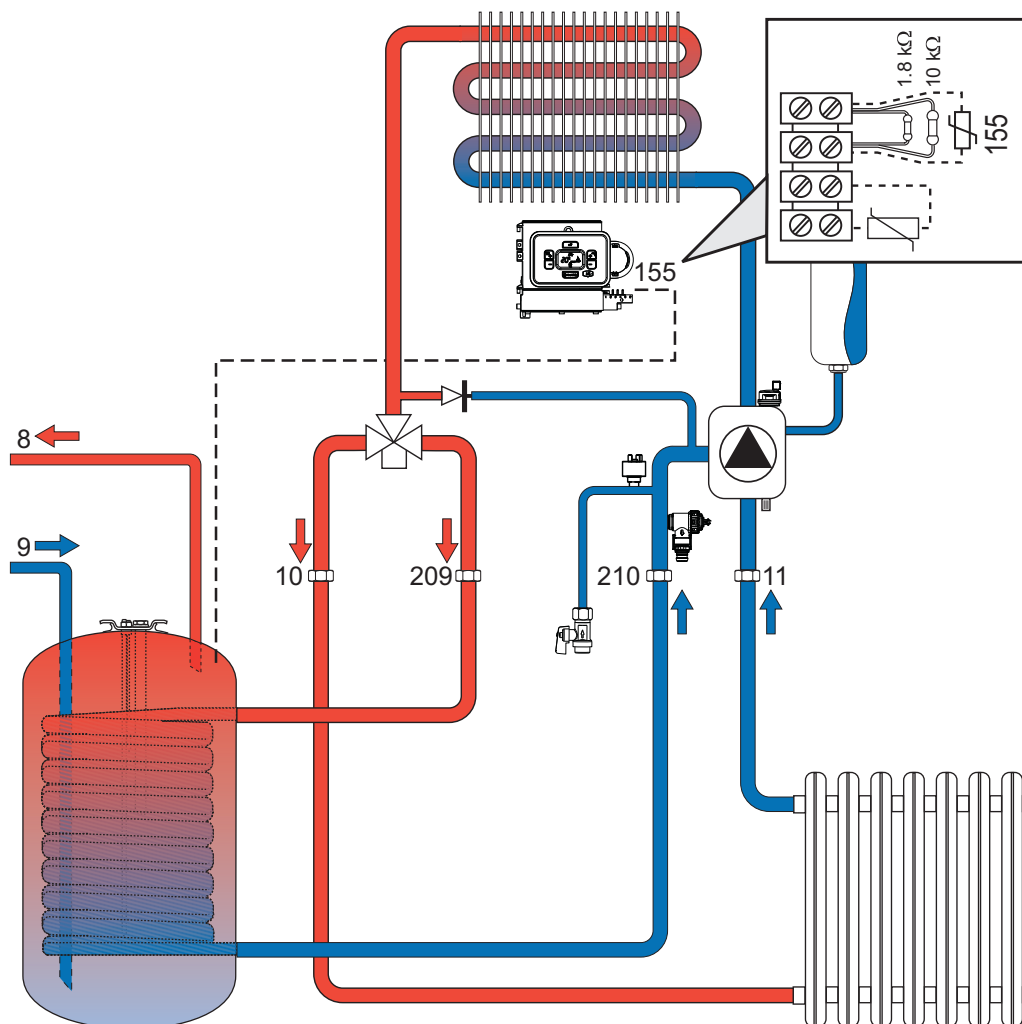

рис. 10- Схема подключения к внешнему бойлеру
Электронная плата агрегата предназначена также для управления внешним бойлером для производства воды ГВС. Соединения труб системы отопления и ГВС должны быть выполнены в соответствии со схемой рис. 10. Подсоедините датчик бойлера (155), удалив два резистора с клеммной колодки. При следующем включении агрегата система управления опознает датчик бойлера и автоматически настраивается на работу с ним, вызывая активацию дисплея и устройств управления, необходимые для работы в режиме ГВС.